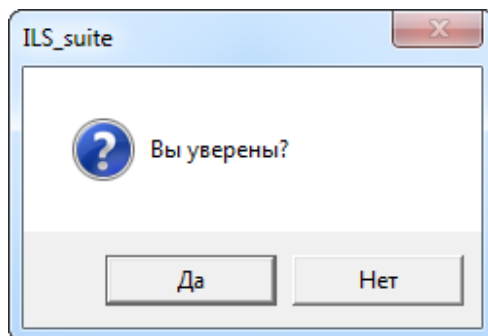

Рис. 10-186 – Подтвердить намерение удалить правило совместимости
15) Для завершения формирования правила совместимости нажать кнопку «ОК» в диалоговом окне «Добавление правила». После этого произойдет возврат в окно «Конфигурационные базисы» (рис. 10-186). В правой части окна показаны параметры созданного правила совместимости.